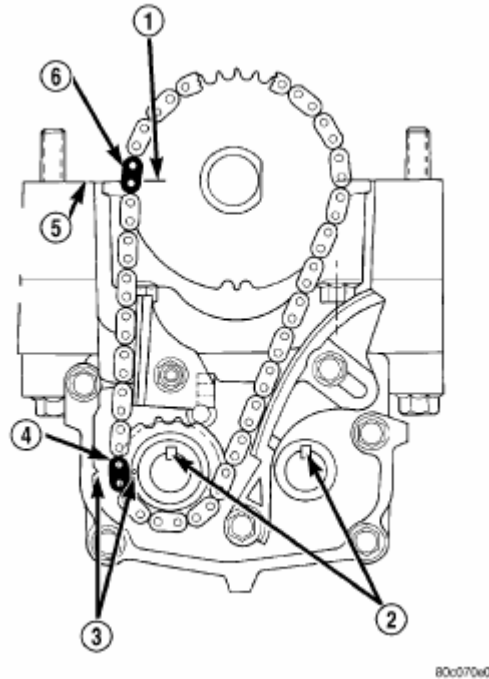

Рис. 120. Установка фаз балансировочных валов.
(6) Повернуть коленвал так, чтобы цилиндр №1 оказался в ВМТ. При этом метка установки фаз на звездочке привода балансировочного вала должна совпасть с линией разъема крышки коренных подшипников на левой стороне (Рис.120).
(7) Надеть цепь на звездочку привода балансировочного вала так, чтобы верхнее покрытое звено цепи располагалось напротив метки установки фаз на звездочке (Рис.120).
(8) Установить звездочку балансировочного вала в цепь так, чтобы метка на звездочке расположилась напротив нижнего покрытого звена цепи (Рис.120).
ПРИМЕЧАНИЕ: ПРИ ПРАВИЛЬНОЙ УСТАНОВКЕ ФАЗ БАЛАНСИРОВОЧНЫХ ВАЛОВ, МЕТКА УСТАНОВКИ ФАЗ НА ЗВЕЗДОЧКЕ, НИЖНЕЕ ПОКРЫТОЕ ЗВЕНО ЦЕПИ И СТРЕЛКА НА БОКОВОЙ СТОРОНЕ КРЫШКИ ШЕСТЕРЕН ДОЛЖНЫ РАСПОЛАГАТЬСЯ В ЛИНИЮ (Рис.120).